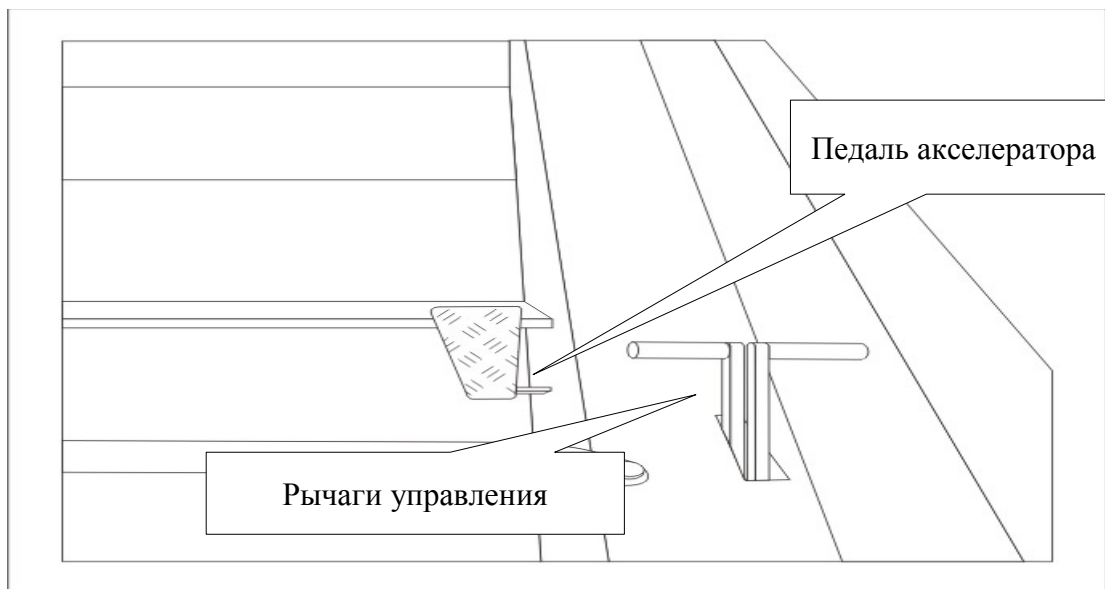

Рис. 1.6.1. Элементы управления движением вездехода
3. Проверьте работу педали привода дроссельной заслонки, для чего полностью нажмите педаль акселератора (рис. 1.6.1 раздела 1), затем отпустите ее. Педаль должна перемещаться относительно легко и возвращаться в положение холостого хода автоматически.
4. При движении вперед рычаги управления должны быть полностью выжаты вперед. Проверьте свободный ход рычагов управления (см. рис. 1.6.1 раздела 1). Рычаг должен перемещаться без усилий примерно на треть своего полного хода. Наличие свободного хода гарантирует качественную работу тормозной системы. См. подробности по настройке в разделе 7.3.4.